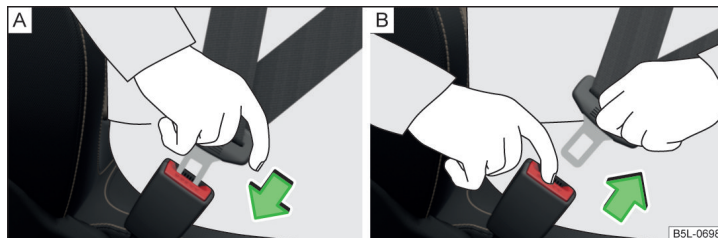

Fig. 5 Colocar y quitar el cinturón de seguridad.
- Introduzca la lengüeta en el cierre correspondiente al asiento » fig. 5 - A hasta que se oiga como encaja.
- Pulse la tecla roja en el cierre del cinturón » fig. 5 - B, la lengüeta del cinturón saldrá disparada.